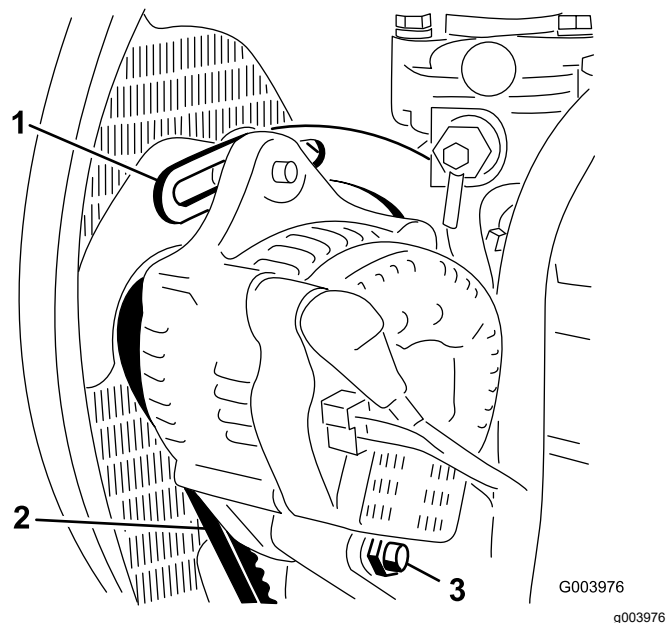

Figura 72
2. Compruebe la tensión de la correa del alternador presionándola (Figura 72) en el punto intermedio entre las poleas del alternador y del cigüeñal con una fuerza de 10 kg.
3. Afloje el perno que fija el tirante al motor (Figura 72), el perno que fija el alternador al tirante y el perno de pivote.